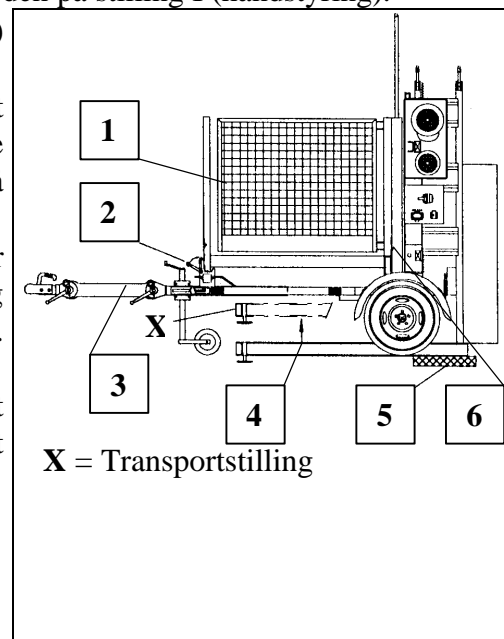
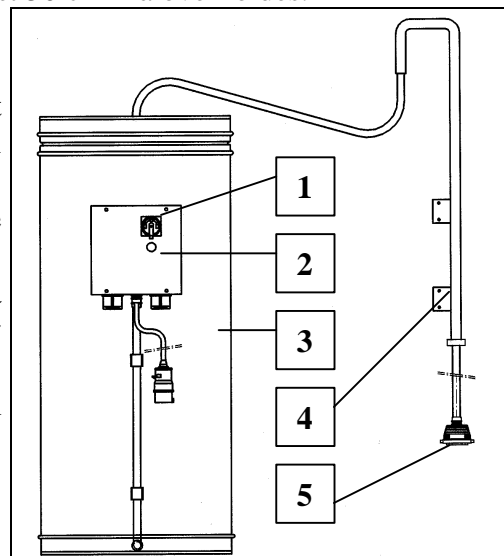

Fig. 17 Transporttilhenger opplastet
Fig. 18 Kabeltønne
- Legg lastfordelende underlag på bakken under fotstykket under basismasten (se Fig. 18 Pos.5)
- Nøkkelbryteren på plattformstyringen må være vridd nedover (0) og må være trukket av, og skyveplaten må være lukket over styringen.
- Løs transportplattformen fra tilhengeren ved å dreie løs øyenskrue (se Fig. 17 Pos. 2) og svinge denne til siden. Åpne låsemekanismen (6).